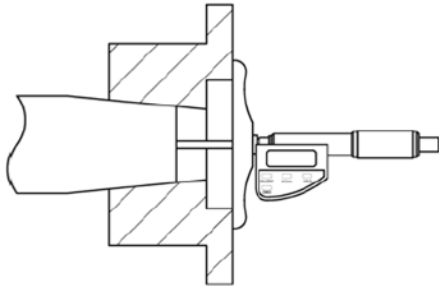

Figura 3 - Ejemplo de medida desde el extremo del eje hasta la superficie delantera del buje.
- 7.4. Utilice un micrómetro de profundidad para medir la distancia entre el extremo del eje y la cara delantera del buje, como se puede observar en la Figura 3. Registre la medida.